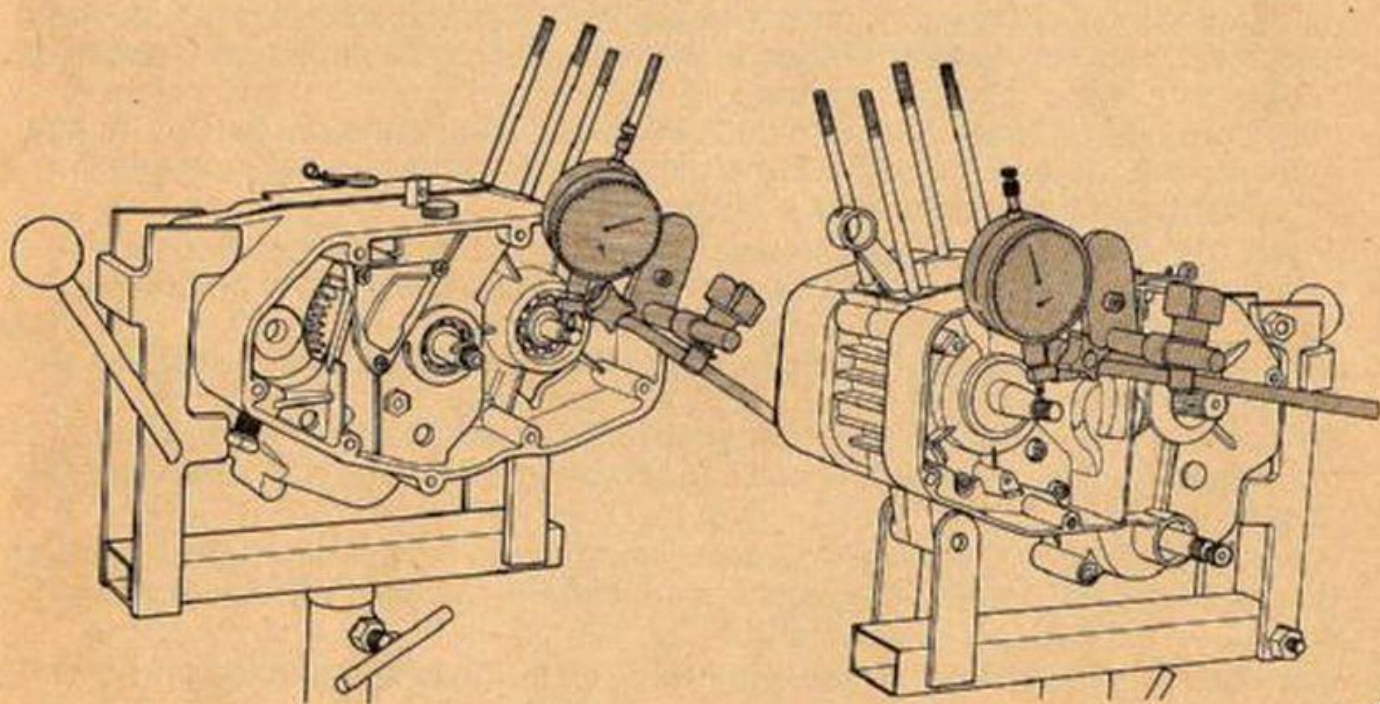

FIG. 44 Controllo coassialità semialberi
- 8) MONTARE i grani di riferimento e le 13 viti di unione bloccandole con $1 + 1,2$ kgm controllare con un comparatore la eccentricità dei due semialberi dell'imbiellaggio. Il valore massimo di eccentricità **non deve essere superiore a 0,04 mm** (fig. 44). In caso contrario smontarlo e farlo centrare da un'officina specializzata. Controllare quindi che tutti gli alberi ruotino liberamente, in caso contrario battere assialmente su di essi per consentire eventuali assestamenti. Verificare inoltre che non vi sia nessun albero con gioco assiale eccessivo nel qual caso si richiede la riapertura dei semicarter e la sostituzione della rondella di spessoramento superiore con altre di spessore più appropriato.